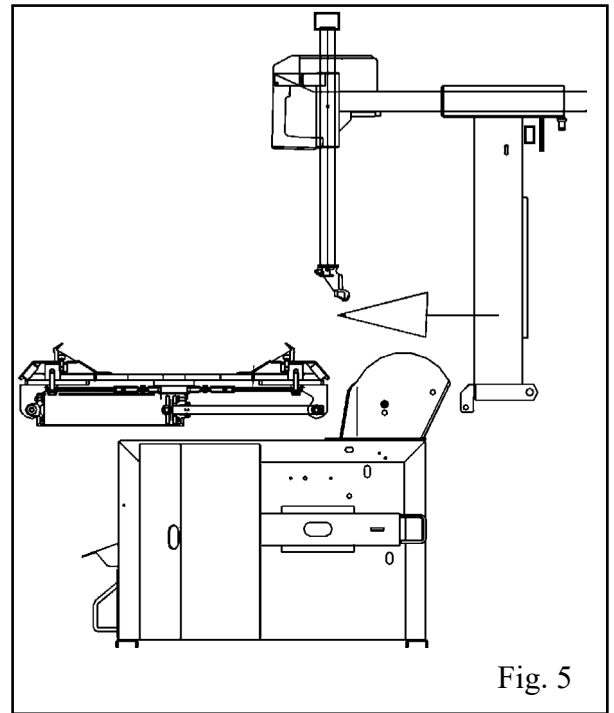

Fig. 5
Inserire il palo verticale nel supporto della carcassa infilando come indicato in fig. 5
Insérer le bras vertical dans le logement sur le bâti, comme indiqué en fig. 5
Den senkrechten Arm in die dazu bestimmte Stütze auf der Maschinengehäuse einfügen (siehe Abb. 5)
- *Screw the nut as indicated in Fig. 5/9/f.*